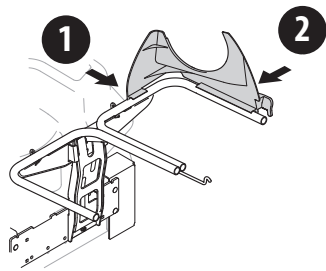

Figure 12
1. Enclenchez la partie latérale du support supérieur pour goulotte (731-06497) sur le support des sacs (1) comme indiqué dans la Figure 12.
2. Enclenchez la partie avant du support supérieur pour goulotte sur le support des sacs (2), comme indiqué dans la Figure 12.